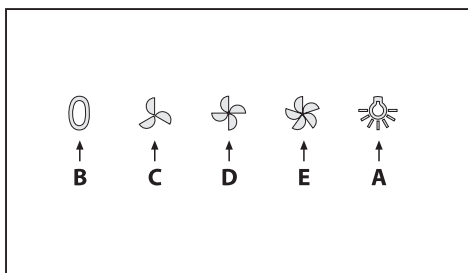

Fig.9
- **Bedienung (Abb.9)** die Symbolbezeichnungen sind folgend wiedergegeben: